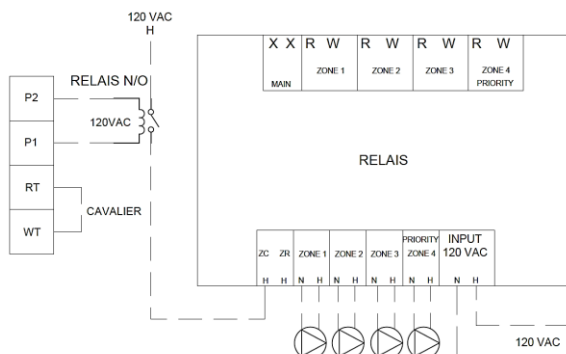

Figure 9: Connexion typique pour un système avec de multiples pompes et un relais possédant les bornes ZC ZR (ampérage total supérieur à 5 A)
- Si l'ampérage du système de pompes dépasse 5 A, l'utilisation d'un relais normalement ouvert avec une bobine 120V et contact 120V d'une capacité adéquate est requis (voir Figure 9) .